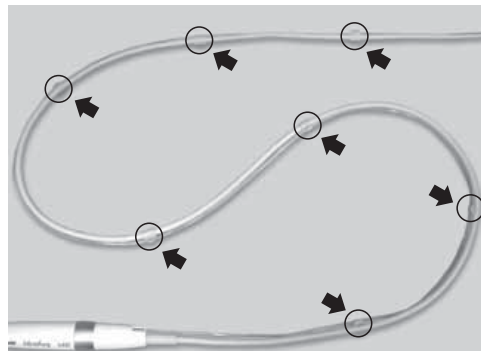

Рис.16
- Объедините шнур наконечника и ирригационный шланг при помощи 7 фиксаторов, как показано на Рис.16.